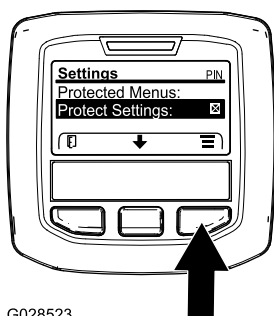

Figura 15
1. A partir do menu PRINCIPAL, utilize o botão central para ir até ao menu de DEFINIÇÕES e prima o botão direito (Figura 15).